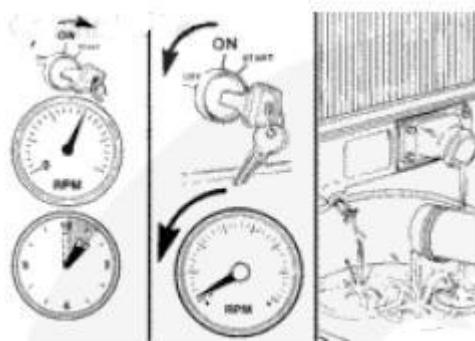

Рис. 3-24
- При отсутствии расширительного бака следует открыть крышку радиатора через смотровое окно сверху сзади капота, уровень охлаждающей жидкости должна достичь положения на нижней части заливочной горловины радиатора, при недостатке следует заправить полностью.(Рис.3-24, Рис.3-25)